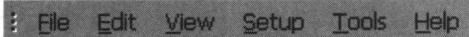

图 1-6 菜单栏
**菜单栏:** 标题栏下方为菜单栏,如图 1-6 所示, PADS Logic 是以单击鼠标右键所列出的选项、工具按钮及快捷键为操作的主要方法,菜单使用得比较少。因此,菜单栏也比较简单,只包括 File 菜单(其中包括许多文件操作命令)、Edit 菜单(其中包括许多编辑命令,如剪切等)、View 菜单(其中包括许多查看命令,如窗口缩放、开/关工具栏等)、Setup 菜单(其中包括许多设置命令,如图纸设置、字型设置等)、Tools 菜单(其中包括许多工具命令,如元件编辑、产生网表等工具)、Help 菜单(其中包括许多帮助说明的命令)等。